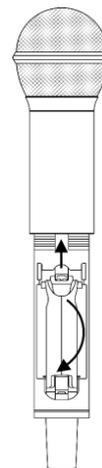

Abb. 07
- 02) Ziehen Sie den Haltestift nach oben und gleichzeitig das Batteriefach nach unten, um Zugriff zum Batteriefach zu bekommen (Abb. 07).